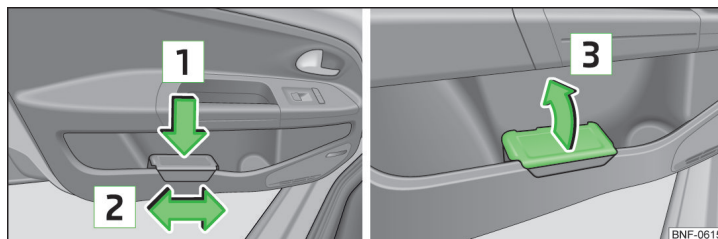

Fig. 54 Affaldsbeholder: Isætning og forskydning / Åbning
- Tryk den bageste del af affaldsbeholderen ned i pilens retning » Fig. 54.
- Tag affaldsbeholderen ud modsat pilens retning » Fig. 54.
- Løft klappen i pilens retning » Fig. 54.